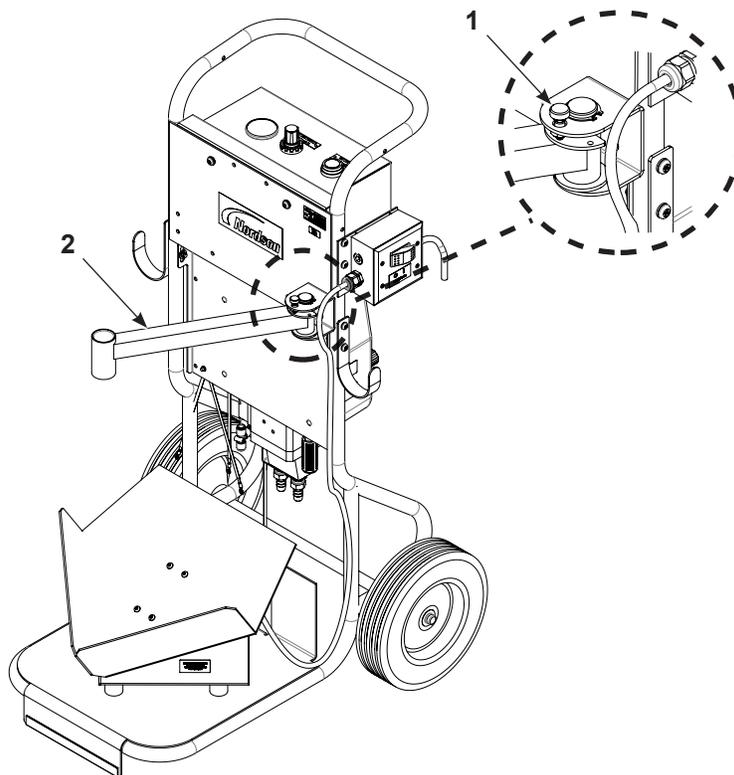

Figura 2 Ajustar el brazo del tubo de aspiración
2. Ver la Figura 2. Tirar del botón de bloqueo (1) y sacar el brazo del tubo de aspiración (2). Soltar el botón de bloqueo para mantener el brazo donde le corresponde.